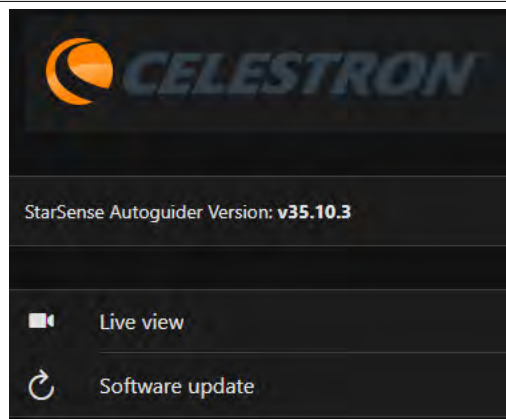

Abb. 25: Alternativ können Sie die SSAG-Firmware über die Webschnittstelle aktualisieren. Von hier aus können Sie auch auf die Live View zugreifen.
3. Öffnen Sie einen Webbrowser auf Ihrem Computer und geben <http://169.254.54.1/> ein, um die SSAG-Webschnittstellenseite zu starten (Abb. 25).